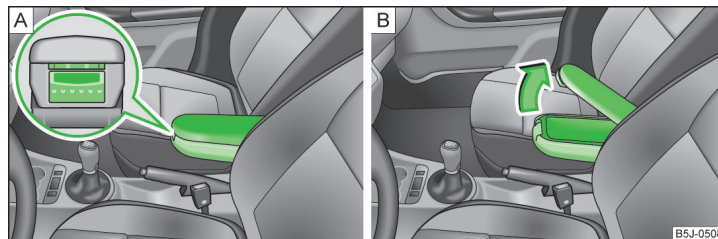

Fig. 90 Cotiera: Compartimentul de depozitare/Deschiderea compartimentului de depozitare
- Apăsăți tasta inferioară de pe partea frontală a cotierei » fig. 90 - **A**.
- Apăsăți tasta superioară și rabatați înspre în sus capacul compartimentului de depozitare » fig. 90 - **B**.